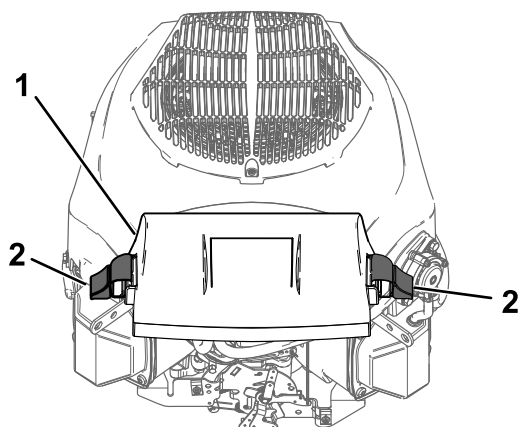

Figura 43
3. Instale la tapa y sujétela con los enganches (Figura 43).